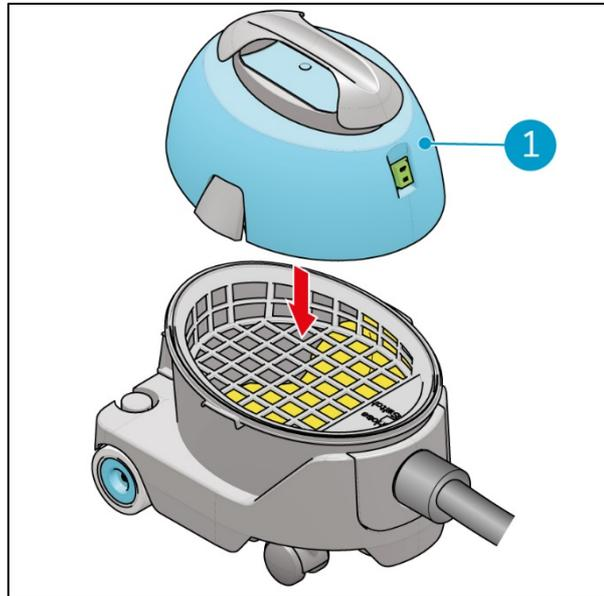

Abbildung 20
2. Setzen Sie den Deckel (Abbildung 20, Pos. 1) wieder auf den Kanister.